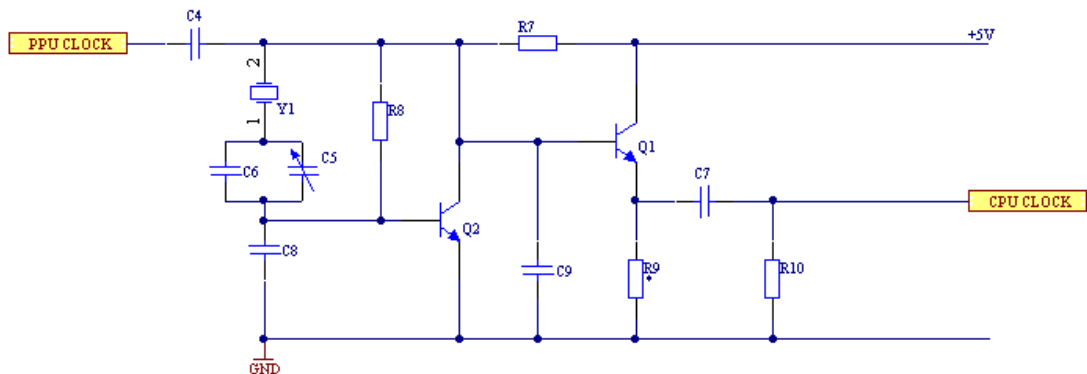

图 15-45 完成连线后的光电枪原理图
Step3 布局结束后，单击“连线”工具栏中的 （放置导线）按钮，执行连线操作。完成连线后的光电枪原理图如图 15-45 所示。单击“原理图标准”工具栏中的 （保存）按钮，保存原理图文件。